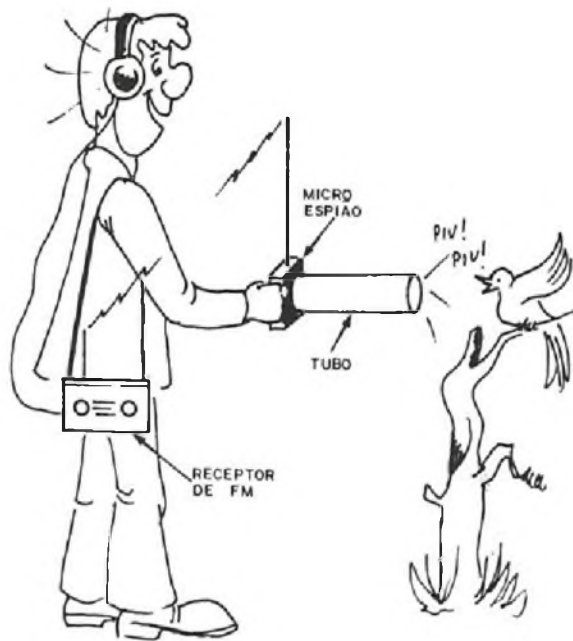

FIGURA 5
a) Super audição — direcional — você pode usar seu super micro espião eletrônico para ouvir muito ampliados os sons de uma única direção conforme sugere a *figura 5*. Para concentrar os sons de uma única direção você deve usar um tubo de material absorvente como por exemplo PVC blindando sua parte traseira com lã de vidro ou qualquer outro material de boa absorção acústica. A audição dos sinais será feita por meio dos fones ligados em qualquer receptor de FM.